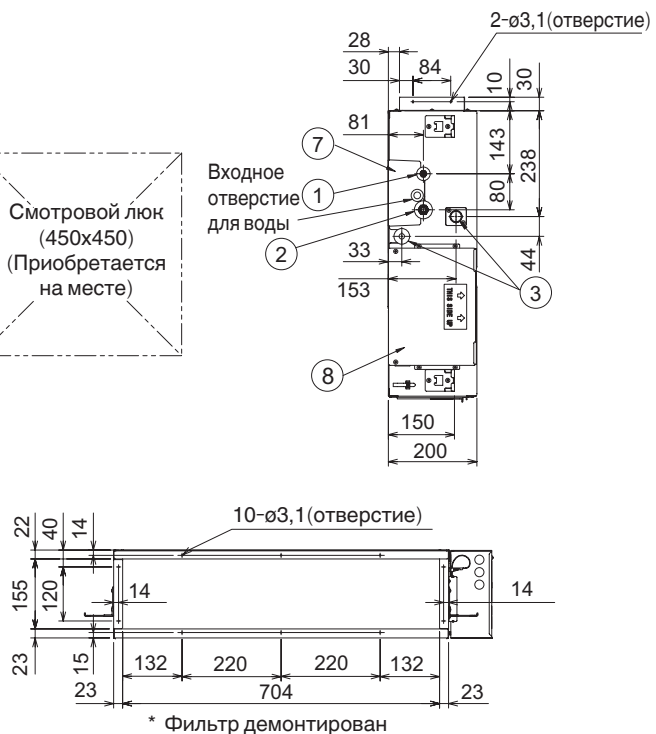

Рис. 3-2
- Нарисунке показаны точные размеры внутреннего блока. (Рис. 3-2)